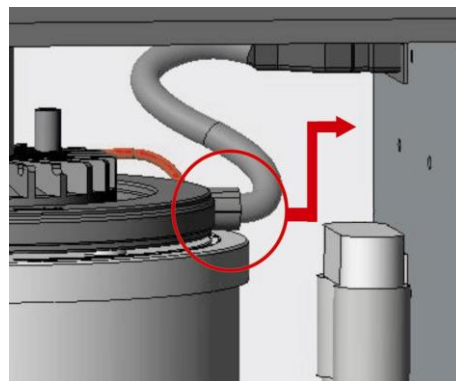

Fig. 35
- B. Placer le cylindre dans la bride inférieure, en prenant soin de placer le câble du connecteur comme sur la fig. 35.